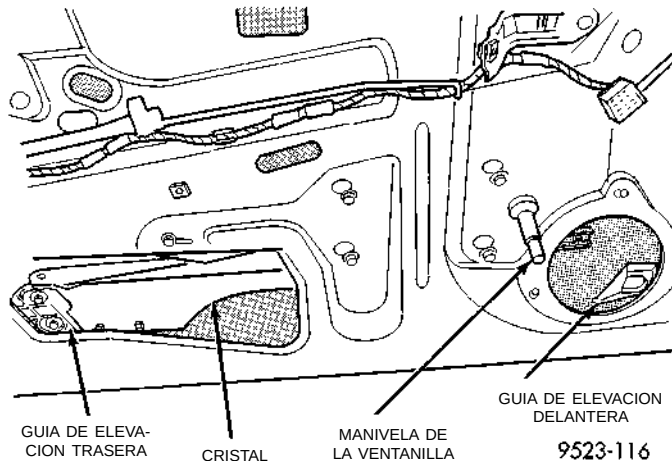
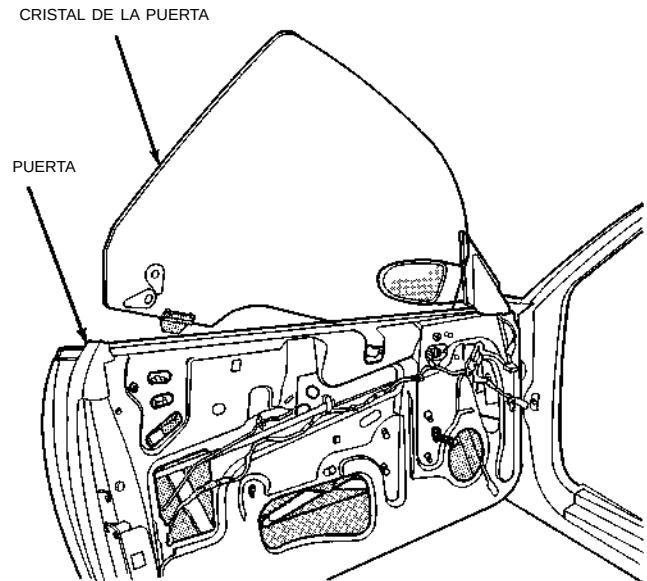

Fig. 14 Pernos de guía
Fig. 16 Cristal de la puerta
(6) Retire los pernos que sujetan la placa de guía trasera al cristal de la puerta (Fig. 14).
(7) Separe la placa de guía trasera del cristal de la puerta.
(8) Eleve el cristal de la puerta y extraígalo de la abertura en la parte superior de la puerta (Fig. 16).
(9) Retire la placa de guía delantera del cristal de la puerta.